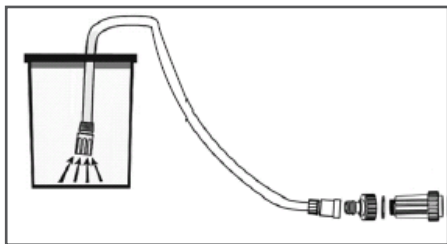

Рис. 10 Подключение аппарата к емкости
2. После полного заполнения шланга водой опустите свободный конец шланга в емкость с водой (Рис. 10).